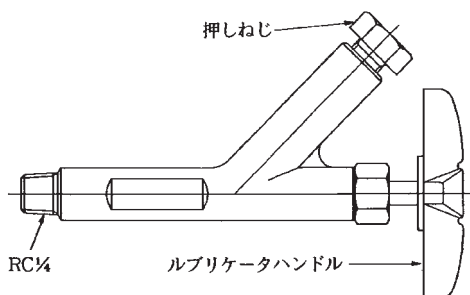

図 2-2 ルブリケーター (600 # クラス以下)
- 【4】 ルブリケーター付のバルブはグリース注入量を確認します。(図2-2)